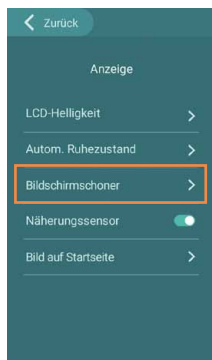

Abb. 1
- **Aktivieren/Deaktivieren** Sie den Bildschirmschoner (Abb. 1).